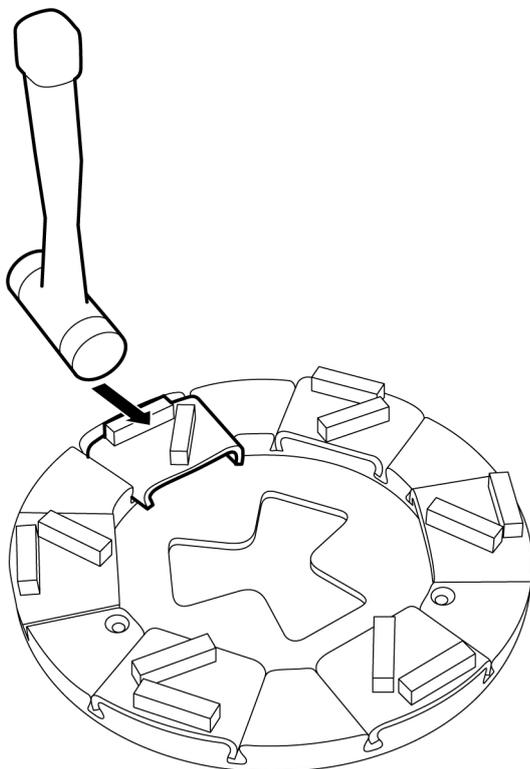

Figure 4-11. Dégager l'outil de ponçage
1. Libérez l'outil de ponçage en frappant légèrement dessus avec un maillet en caoutchouc de manière à faire lâcher la retenue, voir *Figure 4-11, page 19*. Dégagez ensuite l'outil de la rainure de guidage.